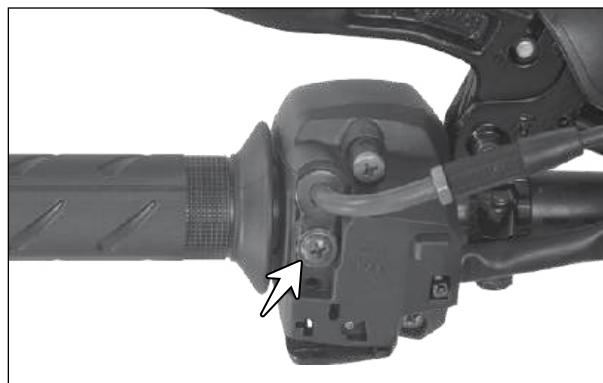

Fig. 6.110
- Remova o parafuso da trava do cabo do acelerador (seta) da parte inferior do alojamento da manopla do acelerador. (Fig. 6.110)